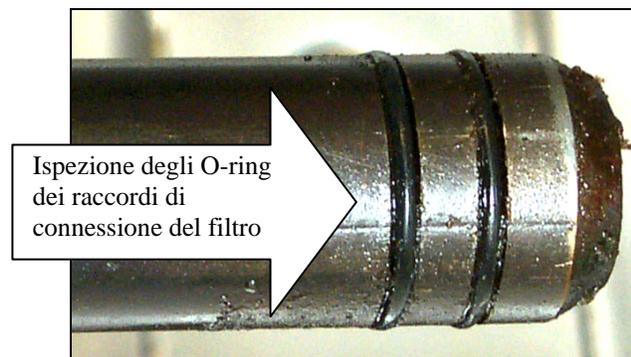

Figura 2
2. Ispezionare i raccordi di connessione della bacinella del filtro per accertarsi che entrambi gli O-ring siano in buone condizioni. (Figura 2)